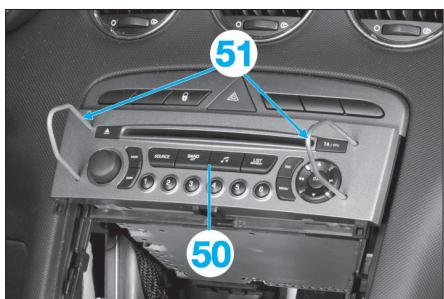

Fig. 28
- Extraire partiellement l'autoradio (50) à l'aide des épingle (51) (Fig.28).